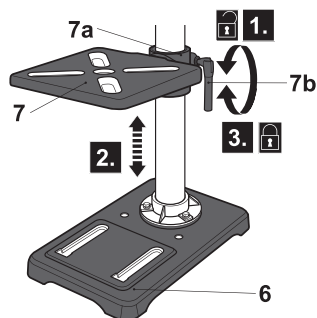

Fig. 13
- > Gire la palanca de sujeción (7b) en sentido antihorario para aflojar la abrazadera (7a) (Fig. 13, paso 1).
- > Ajuste la mesa de trabajo (7) a la altura deseada (Fig. 13, paso 2) y alinee la mesa del taladro con la base (6) y el cabezal de la herramienta (11).
- > Después, apriete la palanca de sujeción (7b) (Fig. 13, paso 3).